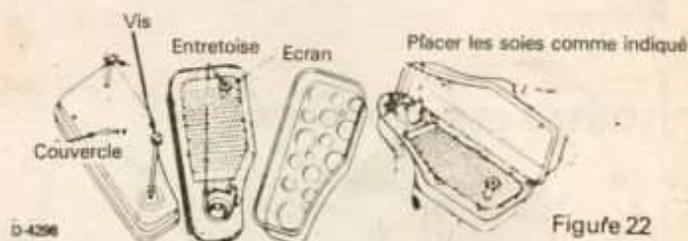

Figure 22
1. NETTOYAGE DU FILTRE À AIR (Fig. 22)